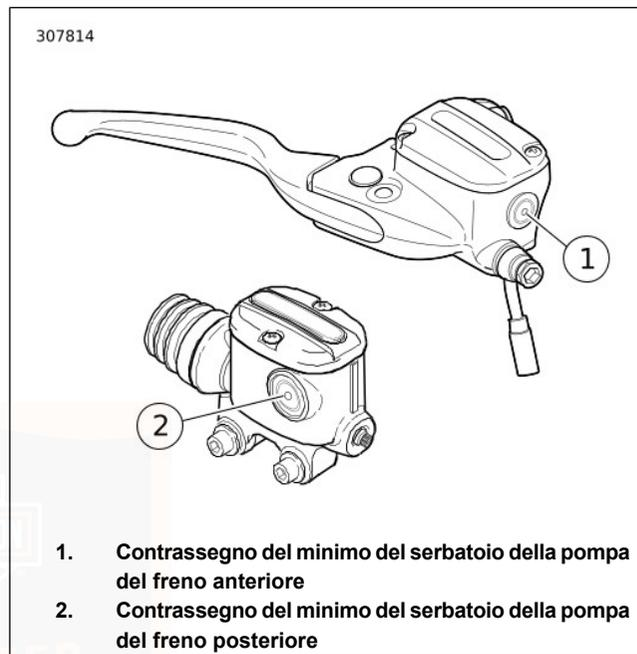

Figura 74. Contrassegni del minimo sullo spioncino (tipici)
2. Vedere Figura 74. Controllare lo spioncino sul serbatoio. Il liquido deve essere al livello del contrassegno sullo spioncino o al di sopra. Se il livello del liquido è al di sotto del contrassegno del minimo, contattare un concessionario Harley-Davidson.